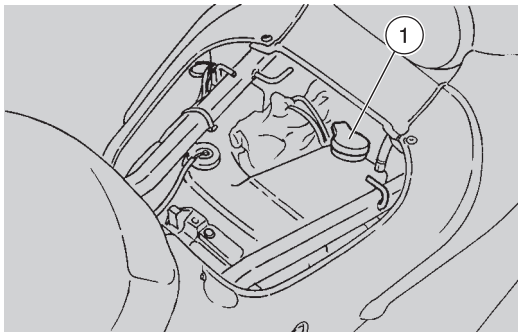

Fig. 46
- enlever le bouchon (1 - Fig. 46);